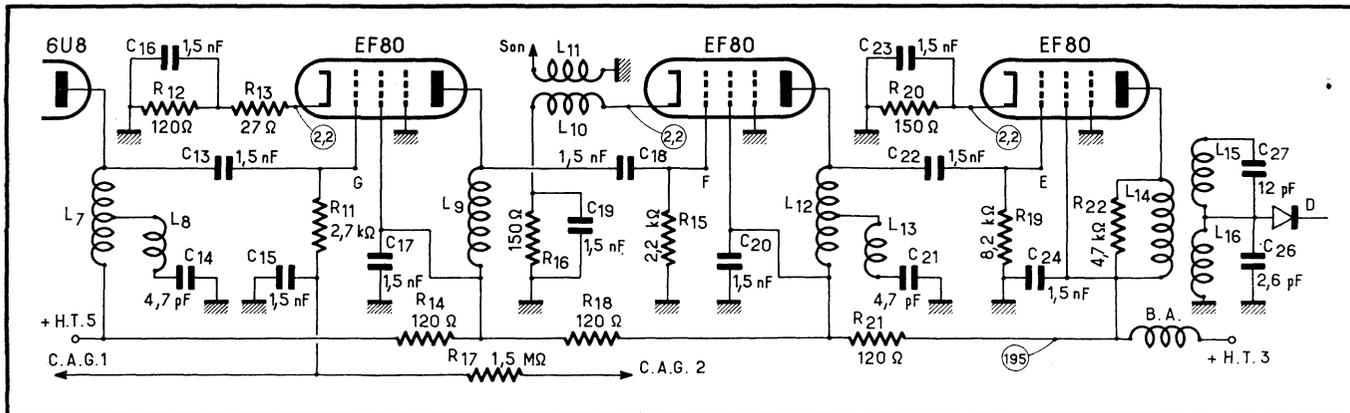

Fig. 12. — Schéma à peu près classique d'un amplificateur F.I. vision à trois étages.
La structure à peu près classique d'un amplificateur F.I. vision est celle de la figure 12. Ce schéma fait normalement suite à celui de la figure 1, et précède celui de la figure 2.
Nous pouvons également faire apparaître les courbes partielles d'un amplificateur F.I., par exemple celle du dernier étage F.I. seulement. Pour cela, la sortie H.F. du vobulateur, toujours accordé sur quelque 33,5 MHz, sera connectée à la grille de la EF80 (3), c'est-à-dire au point E de la figure 12. L'injection se fera à travers le montage de la figure 18, et on poussera à fond l'atténuateur du vobulateur, car toute la tension H.F. disponible est souvent à peine suffisante pour former une courbe d'amplitude normale. La forme de cette courbe peut être très variée, suivant la conception du transformateur de liaison entre la EF80 (3) et le détecteur, comme le montrent les photos des figures 19 et 20.
Exactement de la même manière on peut relever la courbe des deux derniers étages, en injectant le signal à la grille de la EF80 (2), au point F de la figure 12, ou celle des trois étages en attaquant la grille de la EF80 (1), au point G.